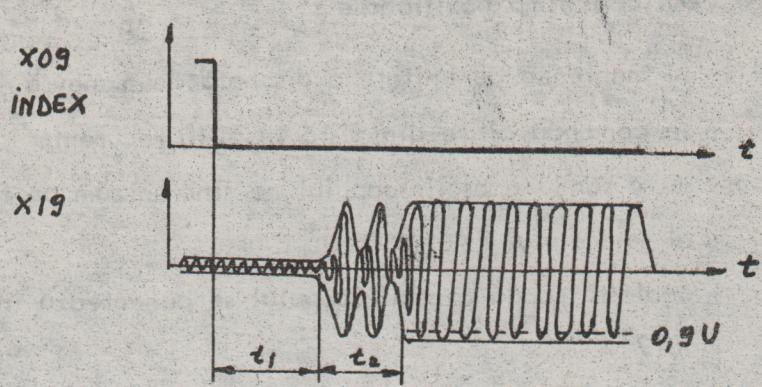

Fig.10. Reglaj încărcare cap.
- dacă intervalul de stabilizare al semnalului este mai mare se regleză armătura releului cu ajutorul șurubului de reglaj E (fig.10). Dacă reglajul nu se poate efectua se îndoiește cu ajutorul unui clește, astfel încât cursa armăturii electromagnetului să fie mai mică, urmând ca reglajul să se efectueze din șurubul de reglaj E.